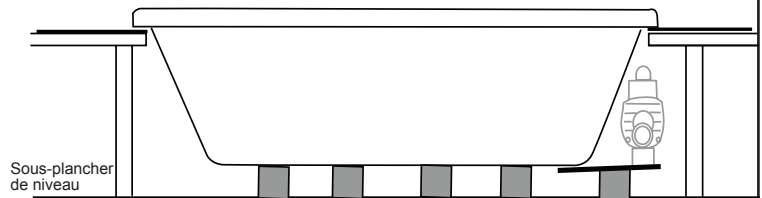

Figure 11
- 11 Retirez les morceaux de retailles de bois et abaissez la baignoire complètement dans l'ouverture (figures 11 et 12).